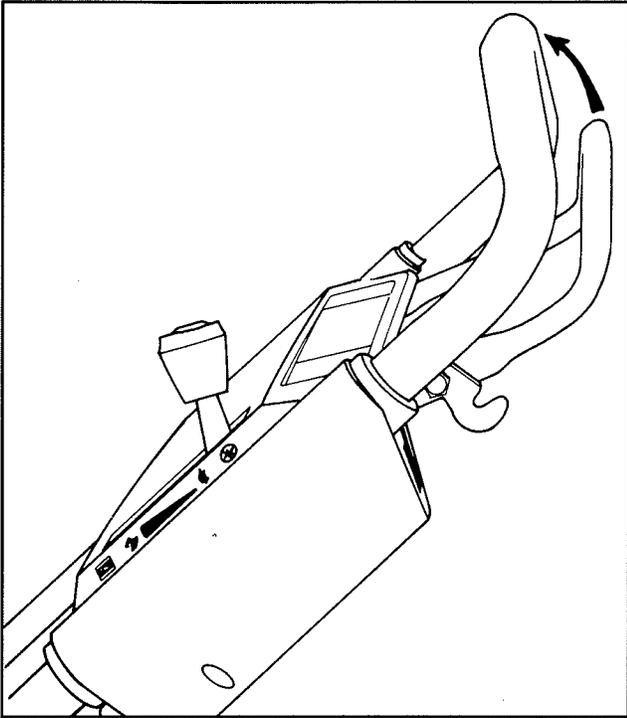

Figure 11
5. **ENTRAÎNEMENT DES ROUES** (fig. 11)—Pour engager le système de traction, serrer le levier de commande contre le guidon. Pour stopper, relâcher ce levier.